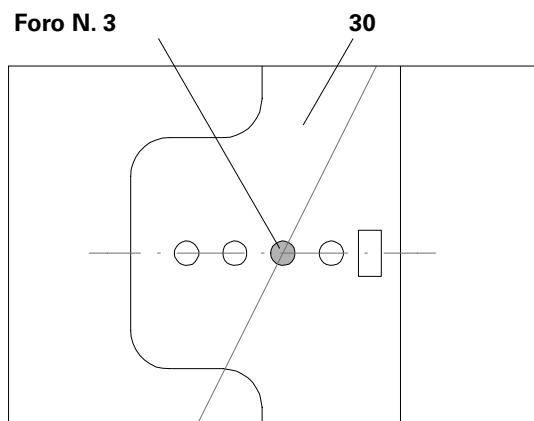
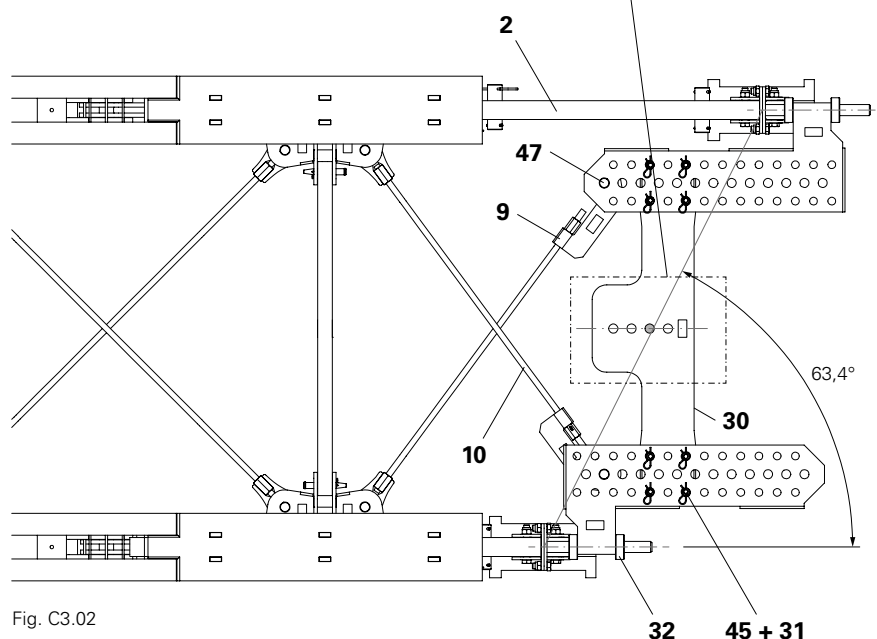

Fig. C3.02a
Fig. C3.02
1. Allungare il telaio di appoggio (2). (Fig. C3.02)
2. Montare la traversa di impalcatura (30).
3. Regolare la traversa di impalcatura (30) con l'aiuto degli alberi di impalcatura (32). Uno dei quattro fori deve trovarsi al centro della linea che congiunge i due alberi di impalcatura. Qui nell'esempio, il foro N. 3. (Fig. C3.02a).
4. Montare i tenditori articolati (9). A questo scopo inserire il perno (47) nel primo foro possibile e assicurarlo con l'inserito a molla.
5. Regolare il tirante (10) senza gioco.